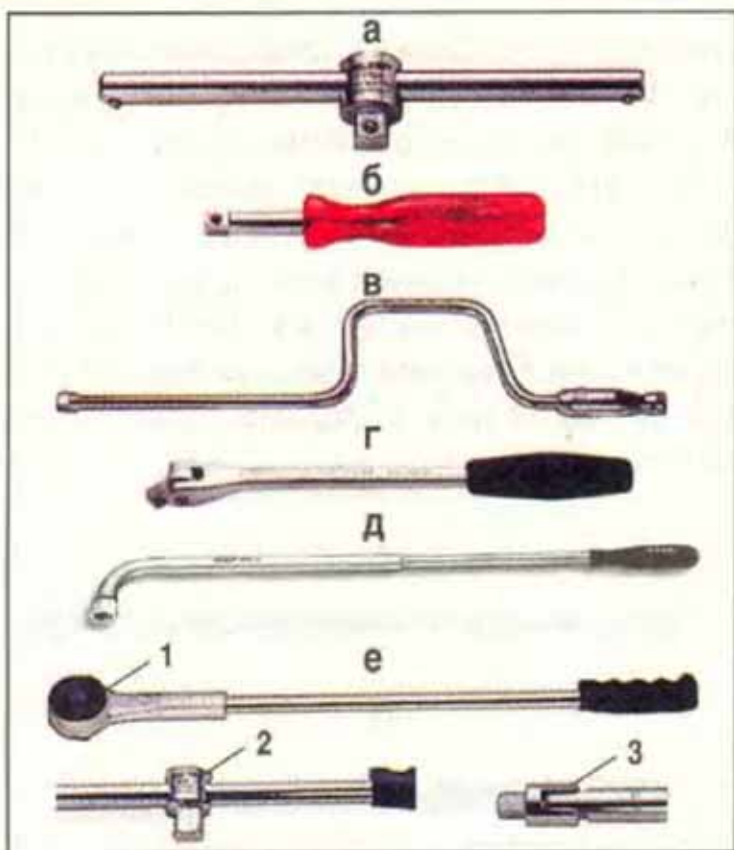

Рис.1. Различные типы приводов:
**T-образная рукоятка** (рис. 1,а) – универсальный и наиболее часто применяемый тип привода. Ею комплектуется большая часть инструментальных наборов. Как правило, используется с удлинителями (см. ниже).
**Отверточная рукоятка** (рис. 1,б) применяется только для ПК 1/4 и 3/8". Вместе с отверточной вставкой используется как отвертка. Удобна, особенно в ограниченном пространстве, но не позволяет развивать больших усилий. Рукоятка, снабженная в верхней части гнездом под стандартный ПК или шестигранником, позволяет применять гаечные ключи, приводы (T-образный и т. д.) для создания повышенных усилий или применять ее в качестве удлинителя.
**Коленчатый привод (коловорот)** (рис. 1,в) удобнее T-образной рукоятки и позволяет работать намного быстрее, но требует существенно большего пространства.
**Привод с шарниром** (рис. 1,г) незаменим в тех случаях, когда доступ к крепежу с одной стороны затруднен и T-образную рукоятку применить невозможно.
**Угловая рукоятка** (рис. 1,д) применяется для создания больших усилий. Редко входит в наборы инструмента из-за того, что она позволяет приложить к насадке усилие, превышающее ее прочностные характеристики.
Универсальная рукоятка (рис. 1,е) используется в комплекте со скользящей головкой (создавая Т-образную рукоятку), со специальным шарниром (образуя привод с шарниром) и с реверсивным храповым механизмом. Производится под присоединительный квадрат размером от 3/4" и больше.